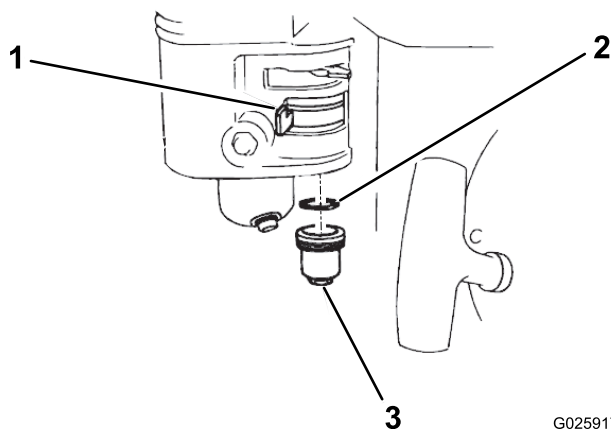

Figura 35
1. Spostate la valvola del carburante in posizione di SPEGNIMENTO e togliete la coppa dei sedimenti del carburante e l'O-ring (Figura 35).